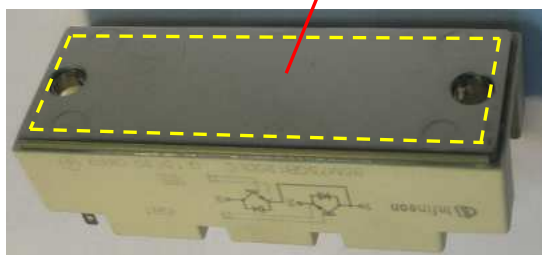

Рис. 7.7.
7.5.1. Взять модуль IGBT (табл.4, поз.8), протереть основание салфеткой, смоченной СБС. Нанести шпателем на основание модуля тонкий слой теплопроводного компаунда (пасты) (рис. 7.7). Убрать излишки компаунда с кромок основания.